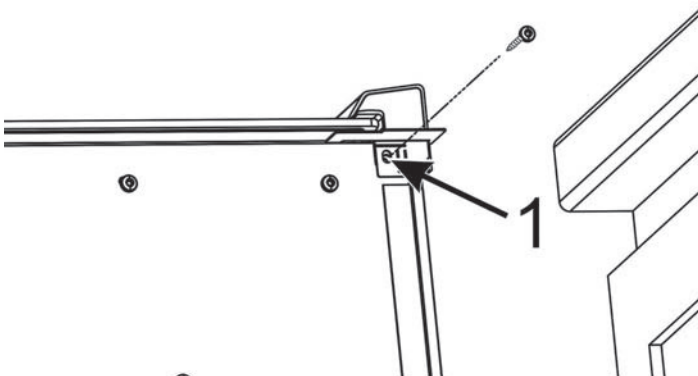

Figura 4: Colocación del tornillo
6. Introduzca el tornillo (guardado o del kit) en el orificio 1 y ajústelo ligeramente (consulte la Figura 4: Colocación del tornillo).